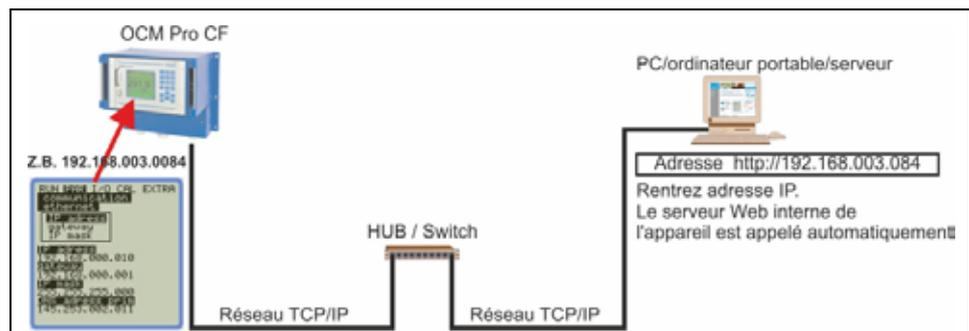

Fig. 7-40 Communication sans serveur
- Connexion au niveau Ethernet par le biais de TCP/IP; Connexion réseau via concentrateur (hub) Ethernet ou switch Ethernet (voir Fig. 7-40). L'utilisation de cordons Patch sont nécessaires.